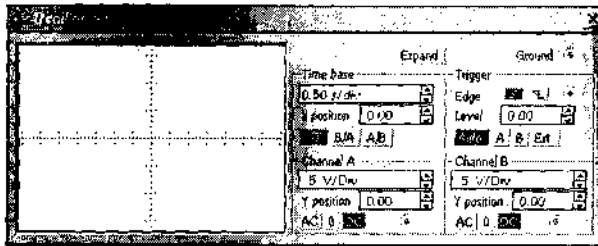

Рисунок 6- Лицьова панель осцилографа
Лицьова панель осцилографа показана на Рис.6. Осцилограф має два канали (CHANNEL) А та В з роздільним регулюванням чутливості в діапазоні від 10 мкв/ділен (mkv/Div) до 5 кв/ділен (kv/Div) і регулюванням зсуву по вертикалі (Y). Вибір режиму на вході здійснюється натисканням кнопок. Режим АС призначений для спостереження тільки сигналів перемінного струму (його ще